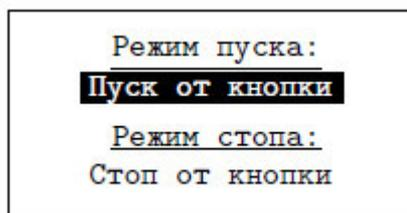

Рисунок 30
3.5.4 "Режим пуска/стопа" - установка режима запуска/останова процесса регистрации (рис. 30).